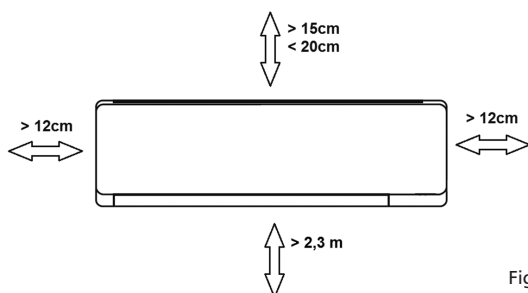

Figura 4
- Assicurarsi che a sinistra e a destra dell'unità ci sia uno spazio di più di 12 cm. Vedi la figura 4.
- L'unità interna va installata sulla parete a un'altezza di almeno 2,3 metri dal pavimento. Vedi la figura 4.
- L'unità interna va installata in modo tale che sia mantenuta una distanza minima dal soffitto di 15 cm. Vedi la figura 4.